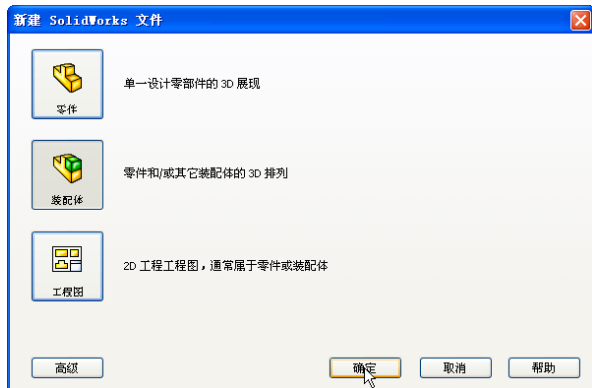

图 11-1 “新建 SolidWorks 文件”对话框
(1) 选择菜单栏中的“文件”→“新建”命令，弹出“新建 SolidWorks 文件”对话框，如图 11-1 所示。